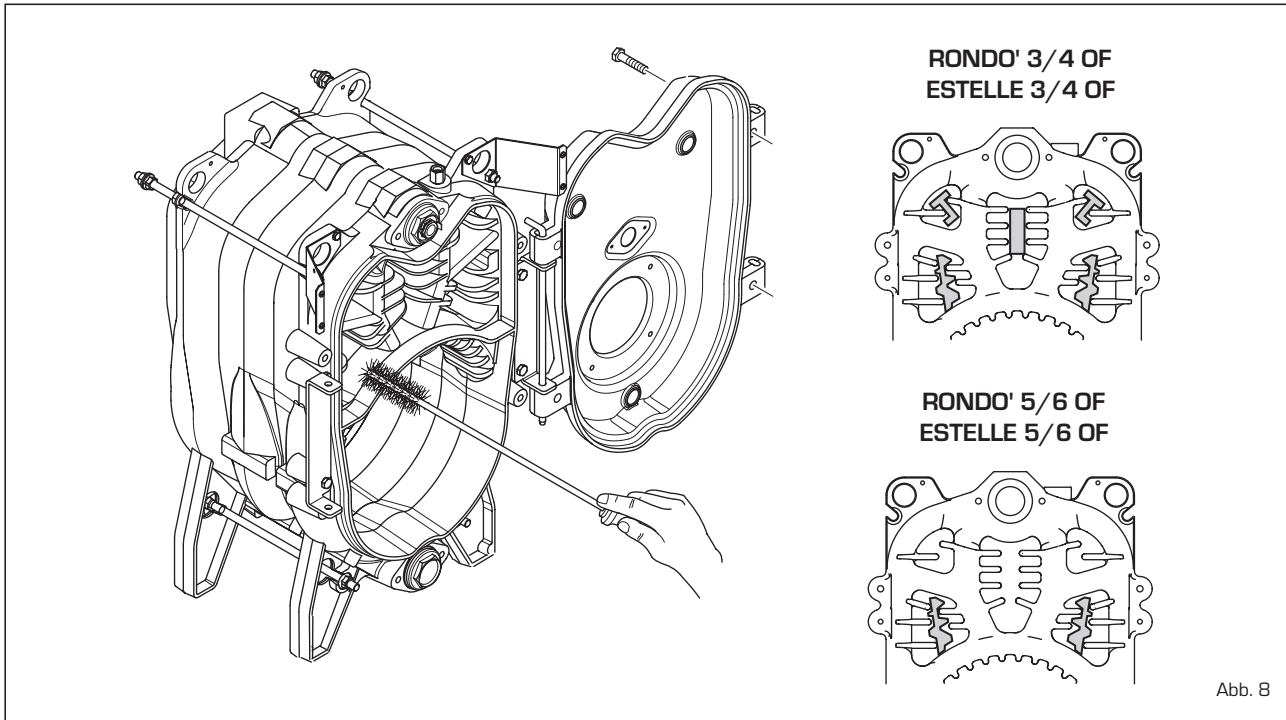

Abb. 8
3.3.1 Rauchgasseite des Kessels (Abb. 8)